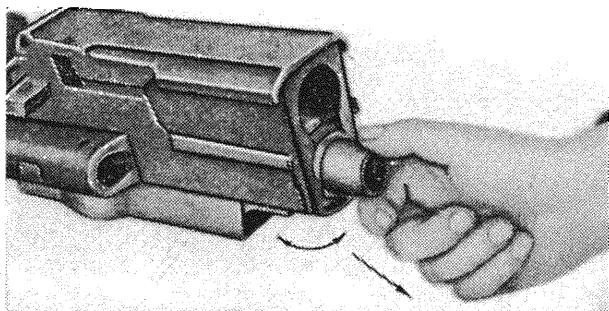

Рис. 70
18. Вынуть противоотскок из коробки, повернув его на 90° и продвинув вперед (рис. 70).